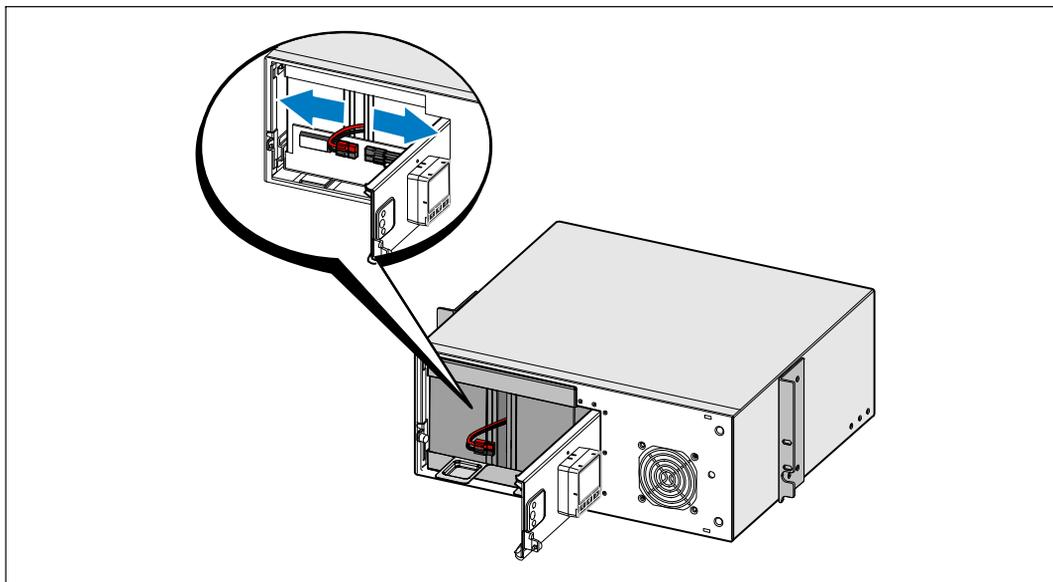

Рис. 25. Отсоединение разъемов внутренних батарей
- 5 Отсоедините разъемы внутренней батареи (см. Рис. 25).